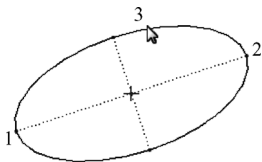

图 2-24 轴端点椭圆
- 2) 在绘图区域内依次选择两点作为椭圆的长轴端点，接着移动鼠标光标来指定椭圆的形状，如图 2-24 所示。